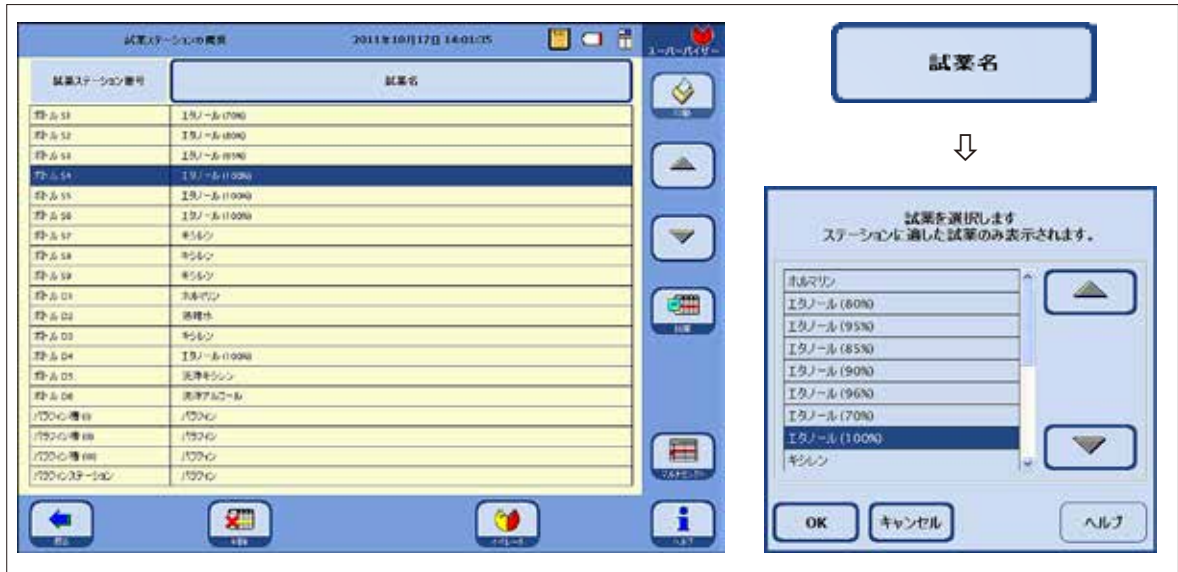

図 147
「**試薬ステーションの表示/編集**」ウィンドウ (図 147) には、それぞれのステーションに設定した割り当て試薬が存在するすべてのステーションのリストが表示されます。
- 表で、試薬を注入するステーションをハイライトします (図 147)。